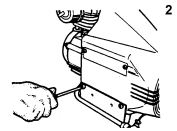

Abb. 4
- Verschlussstopfen N (Fig.4) vom Rückhalteventil herausnehmen.